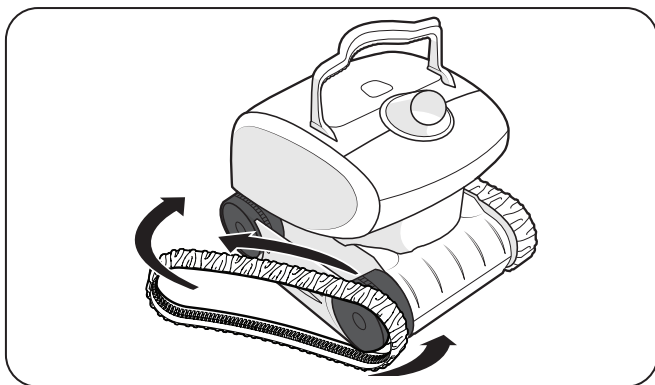

Figura 24. Estirar la oruga alrededor de las ruedas
3. Para instalar una nueva oruga, coloque la nervadura interna de la oruga en la ranura de la primera rueda (Figura 24).
4. Estire la oruga para colocarla alrededor de la segunda rueda (Figura 24). Empuje y posicione la nervadura de la oruga para que la oruga se asiente correctamente en la ranura de la rueda.